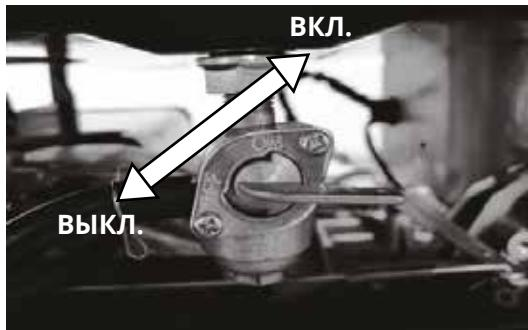

Рис. 3.1
1. Поверните рычаг топливного крана в положение «ВКЛ» (**рис. 3.1**).
- Поверните рычаг топливного крана в положение «ВыКЛ» (рис. 3.1).